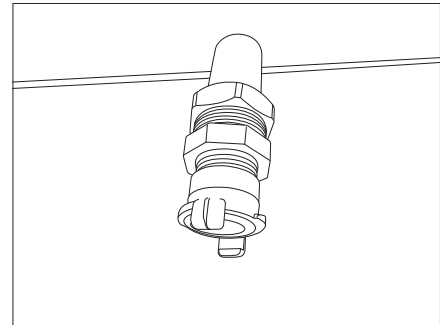

Fig. 181 Raccordement des eaux usées (tuyaux en matière plastique)
- Raccorder les eaux usées au raccordement des eaux usées (tuyaux en matière plastique, Fig. 181).